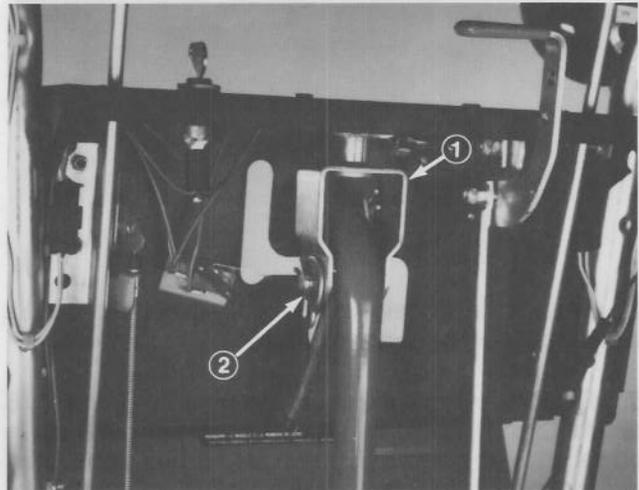

Figure 40
2. Dégagez du support-pivot en U l'arrière de la commande des roues en enlevant la goupille fine, la rondelle plate et la cheville d'étrier (Fig. 40). Ensuite, éloignez la commande du support-pivot en U.
3. Si la déneigeuse ne se débraie pas, faites faire un demi-tour (180°) vers l'intérieur au support-pivot en U (Fig. 40).
4. Installez l'arrière de la commande des roues entre les branches du support en U avec une cheville d'étrier, une rondelle plate et une goupille fine (Fig. 40). La tête de la cheville d'étrier doit être du côté droit.